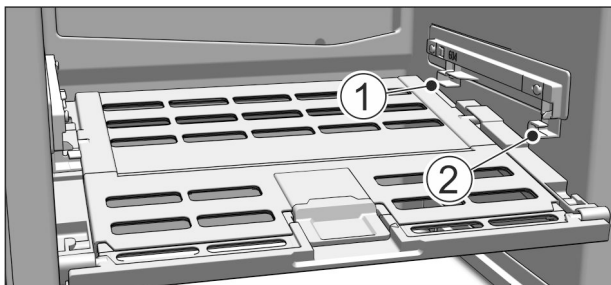

Fig. 75
- ▶ Вставляння кришки відділення Fruit & Vegetable-Safe: вставити поперечні ребра кришки знизу у задній тримач Fig. 75 (1) і зафіксувавши спереду у тримачі Fig. 75 (2).